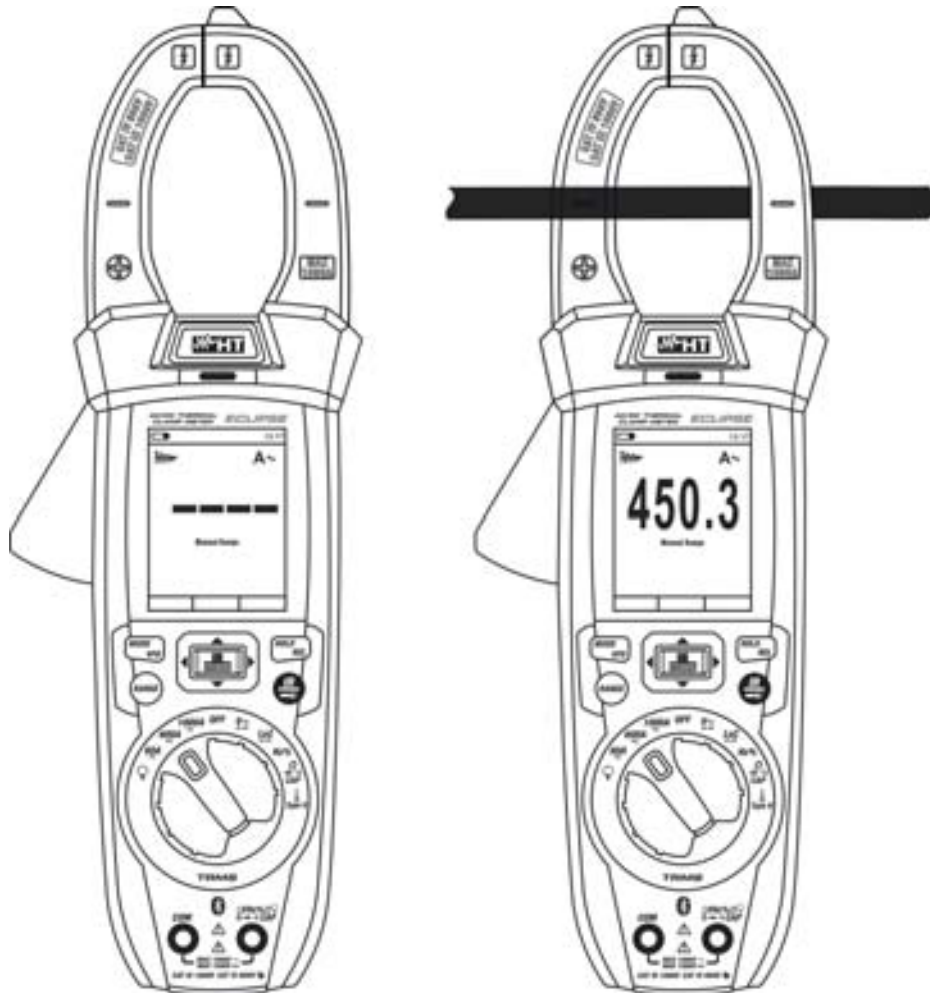

Fig. 33: Utilisation de l'instrument pour la mesure de Courant d'appel CA
3. Appuyer longue sur la touche **INRUSH** pour activer la fonction "INRUSH". Les symboles "INRUSH" et "----" apparaissent à l'écran (voir Fig. 33 - partie gauche)
4. Insérer le câble dans le tore à son centre (voir Fig. 33 – partie droit) afin d'obtenir des mesures précises. Utiliser les marques en guise de référence (voir Fig. 3)